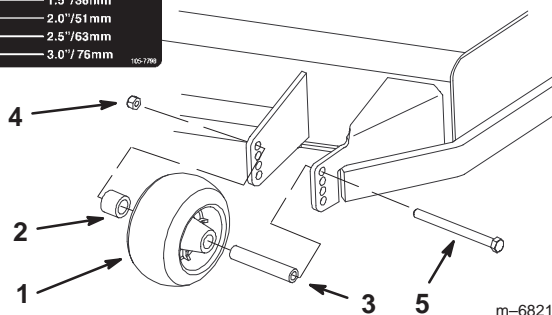

Figure 18
2. Après avoir réglé la hauteur de coupe, réglez les rouleaux en retirant l'écrou à collerette, la bague, l'entretoise et le boulon (Fig. 18).
3. Choisissez le trou pour que le galet de protection se trouve le plus près possible de la hauteur de coupe correspondante voulue (Fig. 18).
4. Posez l'écrou à collerette, la bague, l'entretoise et le boulon. Serrez-les à 54–61 Nm (40–45 pieds-livre) (Fig. 18).